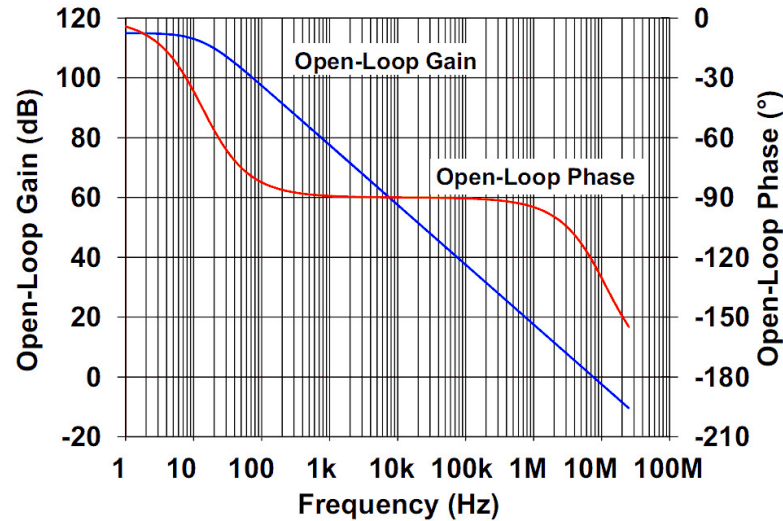

Abb. 2.1: Frequenzgang OP und Verstärker (Näherung; einzzeichnen)
Tragen Sie jeweils Hilfslinien zum Auslesen der Zahlenwerte in Abb. 2.1 ein!
- a) Zeichnen Sie in Abb. 2.1 den Amplitudengang (Näherungsfunktion) der Verstärkerschaltung für eine 100-fache Verstärkung ein. / 5
- b) Ermitteln Sie die Grenzfrequenz f_g^* des Verstärkerschaltung grafisch aus Abb. 2.1. / 4